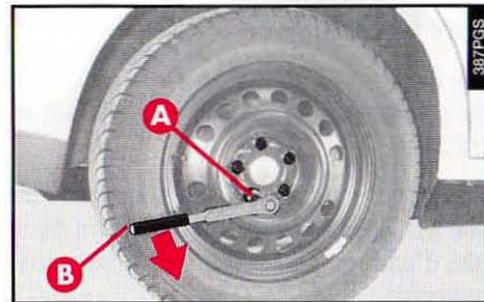

fig. 5
– Monter la douille pour les boulons de la roue (**A-fig. 5**) sur la clé à cliquet (**B**).
— Monter la douille pour les boulons de la roue (**A-fig. 5**) sur la clé à cliquet (**B**).